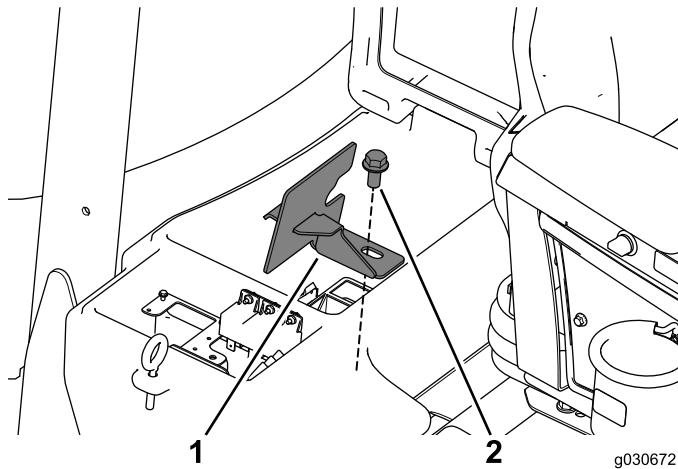

Рисунок 4
5. Снимите и сохраните болт и зажим отделения аккумуляторной батареи (Рисунок 4).